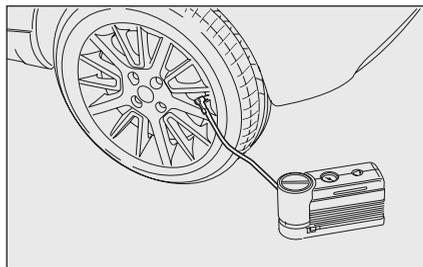
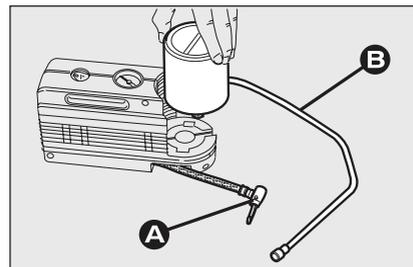

Рис. 13
Рис. 14
Компресором можна відновлювати тиск у шинах (без ремонту). Відокремте наконечник **A** (рис. 14) і приєднайте безпосередньо до вентиля шини (рис. 13). У цьому випадку циліндр буде відокремлений від компресора, і герметик не буде попадати до шини.
- відокремте наконечник **A** (рис. 14);